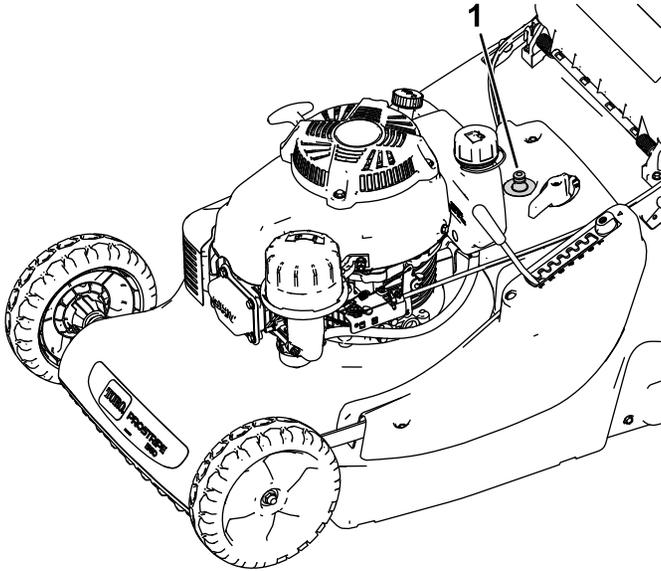

Bild 21
7. Befestigen Sie einen Gartenschlauch, der an einen Wasserhahn angeschlossen ist, am Wasseranschluss (Bild 21).